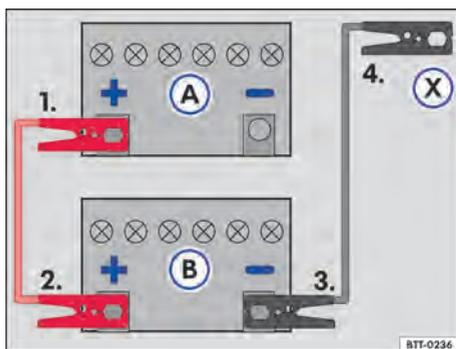

Fig. 174 Esquema para a conexão dos cabos auxiliares de partida: bateria do veículo descarregada (A) e bateria do veículo fornecedora de corrente (B).
Legenda para → Fig. 174:
Conectar o cabo auxiliar de partida somente na sequência **1 – 2 – 3 – 4** → Fig. 174.
- Conectar uma extremidade do cabo auxiliar de partida *vermelho* ao polo positivo (+) do veículo com a bateria do veículo descarregada → Fig. 174 (A) → ⚠.
- Conectar a outra extremidade do cabo auxiliar de partida *vermelho* ao polo positivo (+) do veículo fornecedor de corrente (B).
- Conectar uma extremidade do cabo auxiliar de partida *preto* ao polo negativo da bateria do veículo fornecedor de corrente (B).
- Conectar a outra extremidade do cabo auxiliar de partida *preto* (X) no veículo com a bateria do veículo descarregada em uma peça maciça de metal aparafusada firmemente ao bloco do motor ou no próprio bloco do motor - porém não nas proximidades da bateria (A) → ⚠.